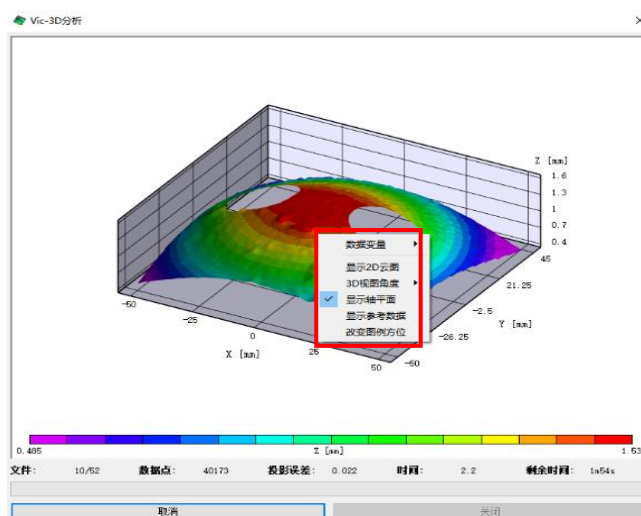

图 22
4、分析窗口中右键任意处切换数据变量、云图展示维度、角度等。如图 22 所示。